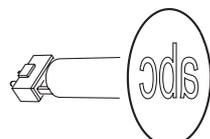

Figura 13. Orientación correcta de gobos
Muchos gobos deberán instalarse con una orientación determinada con el fin de evitar daños por temperatura. Las orientaciones de la Figura 13 son las correctas en la mayoría de los casos, pero deberá consultar con su distribuidor Martin en caso de duda sobre la orientación de un tipo determinado de gobo.
4. Insertar el nuevo gobo en el portagobos con la cara que mira hacia la lámpara mirando hacia arriba y hacia el muelle (ver Figura 13 y 16).